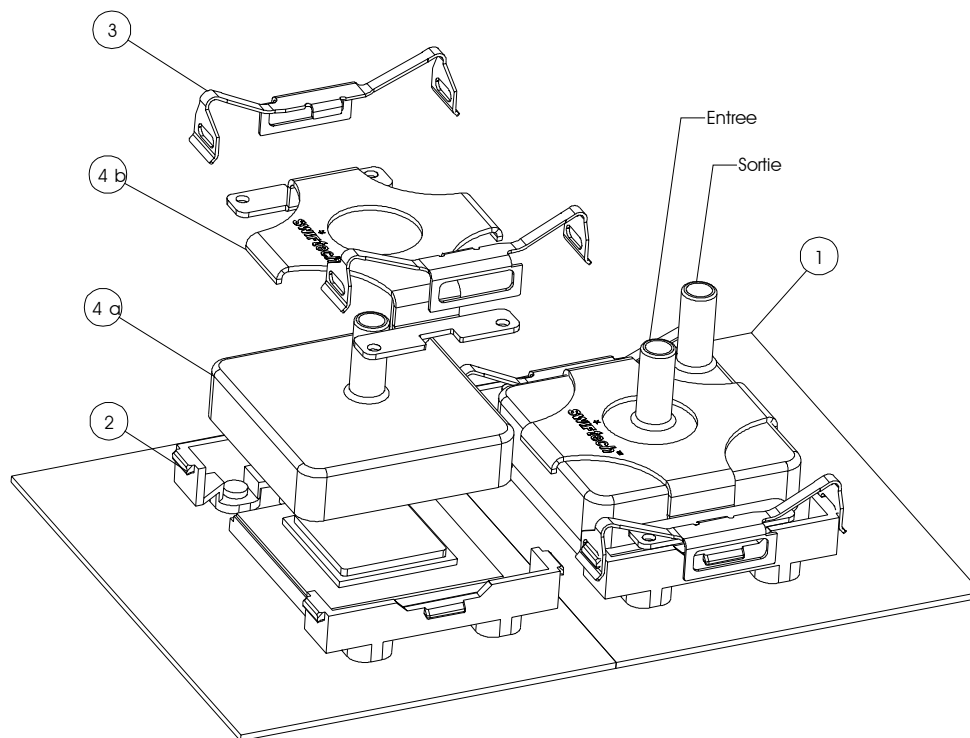

Fig.2 Assemblage du water-block avec le module de rétention plastique et les clips à ressort fournis avec la carte mère.
- par l'utilisation des modules de rétention en plastique et des clips à ressort fournis avec la plupart des cartes mères. (Fig. 2 Page 24)